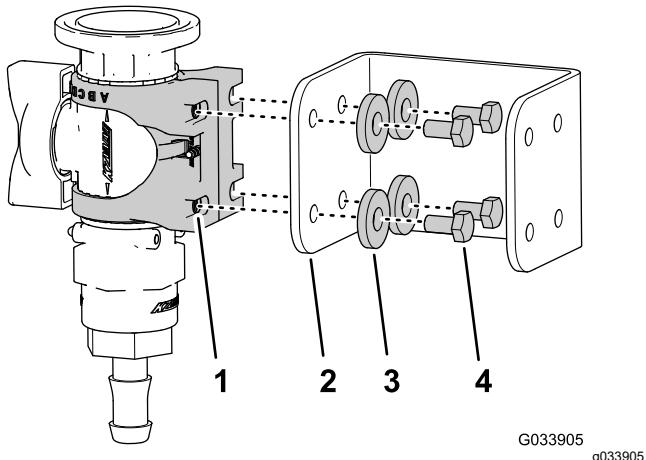

図 28
3. バルブマウントを制御バルブブラケットに組み付ける図 28 ボルト6 x 12 mm 4 本と平ワッシャ 4 枚を使い、10-12 N·m 1.0-1.2 kg.m = 86-106 in-lb にトルク締めする。